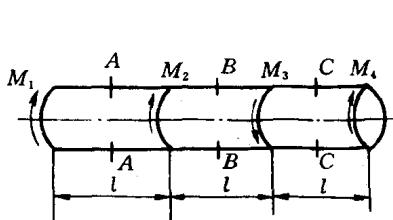

图 1-15
16. 试求图 1-15 所示圆轴截面 A-A;B-B;C-C 上的扭矩大小和方向。图中  $M_1 = 50$  (N · m),  $M_2 = 150$  (N · m),  $M_3 = 250$  (N · m),  $M_4 = 50$  (N · m)。